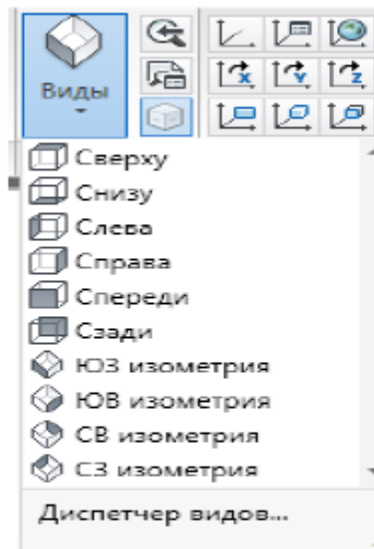

Рис.5. Панель инструментов Диспетчер Видов
3. Перейти к проекции **Сверху**. Как показано на Рис.5 можно устанавливать нужный вид, задавая в этом экране направление взгляда и масштаб отображения.